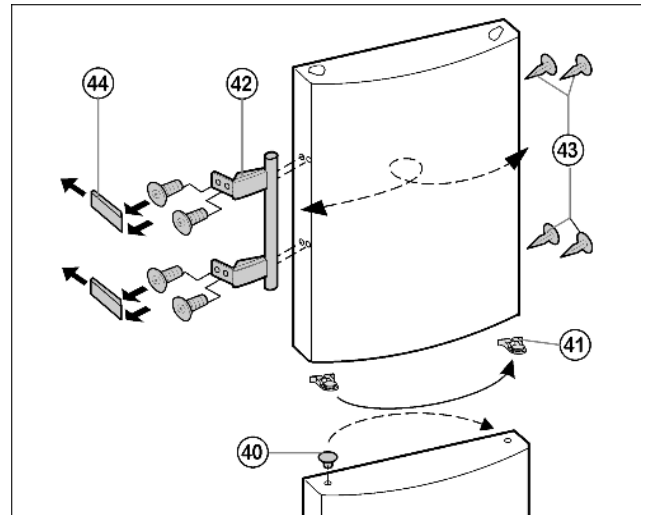

Fig. 8
- ▶ Выведите из фиксатора верхней дверцы пружинный зажим Fig. 8 (41) и переставьте его на новую сторону шарнира.
- ▶ Извлеките пробку Fig. 8 (40) из опорной втулки дверцы и переставьте.
- ▶ Снимите и переставьте на противоположную сторону дверную ручку Fig. 8 (42), пробку Fig. 8 (43) и прижимные пластины Fig. 8 (44).